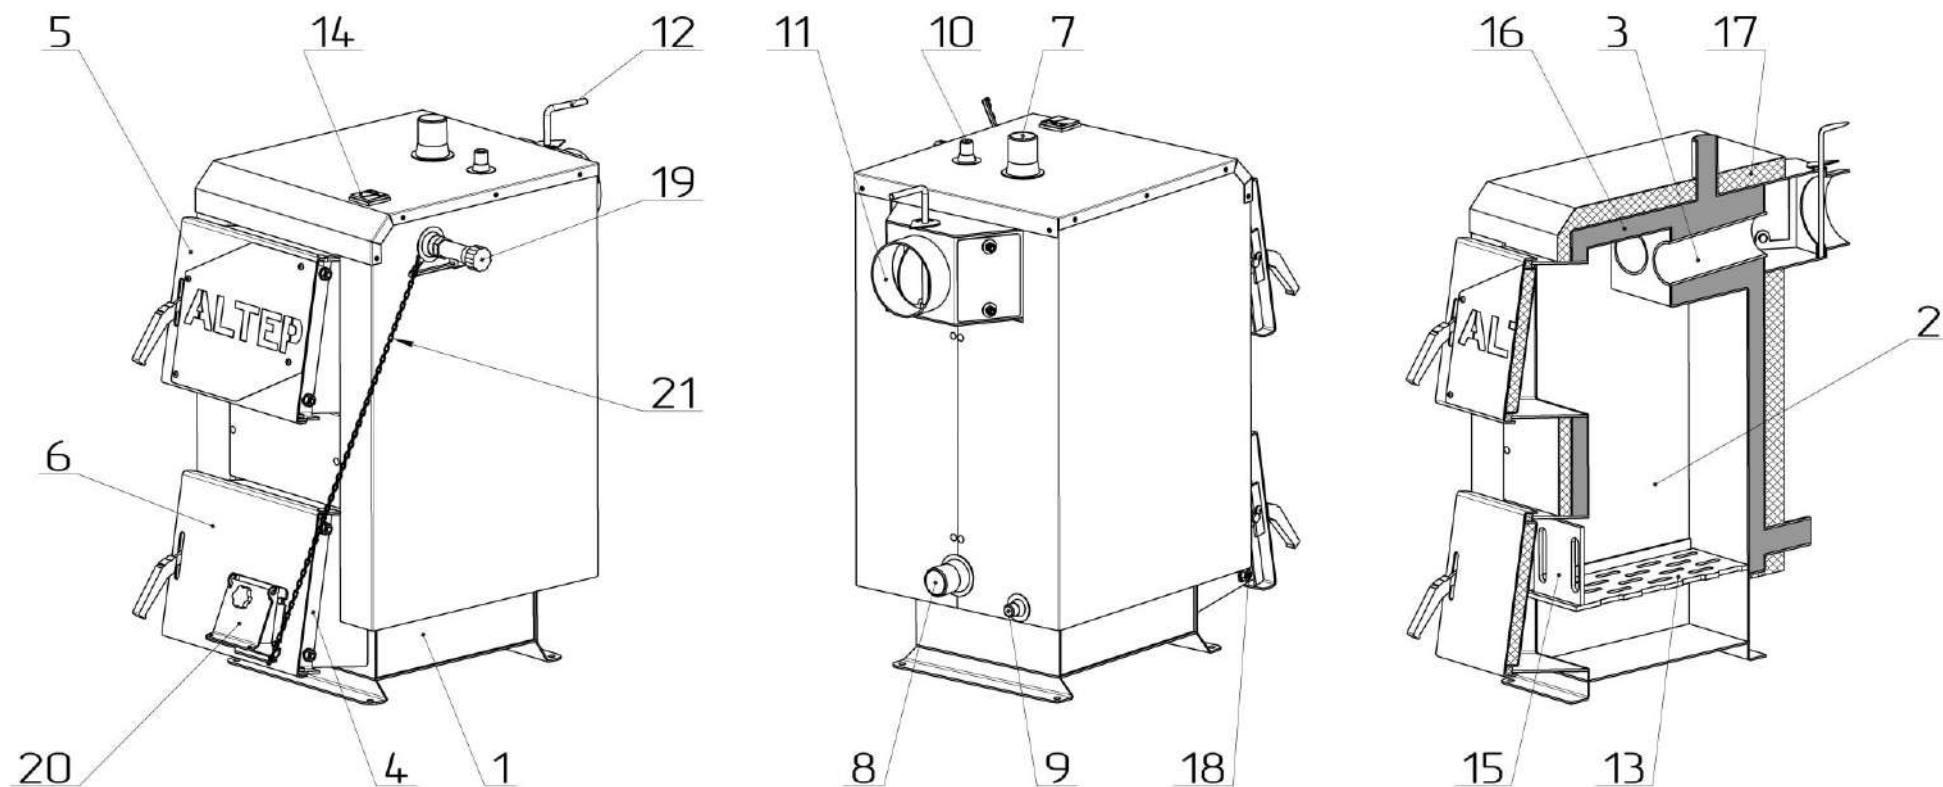

Рисунок 2 – Основные элементы котла Alter-Mini
Конструктивно котел представляет собой сборно-сварную конструкцию, состоящую из корпуса (поз. 1, рис. 2) с камерой сгорания (топкой) (поз. 2, рис. 2). Конвекционная часть котла состоит из трубного теплообменника (поз. 3, рис. 2), который расположен непосредственно над топкой.
Корпус котла выполнен в форме параллелепипеда с двойными стенками, которые разделены водными перегородками (поз. 16, рис. 2). На наружной поверхности корпуса под декоративной обшивкой закреплена тепловая изоляция (поз. 17, рис. 2).
Топливо для процесса сжигания загружается на колосниковую решетку (поз. 13, рис. 2) через загрузочные дверцы (поз. 5, рис. 2). Сгорания топлива в топке происходит с участием воздуха, поставляемого в окно клапана подачи воздуха (поз. 20, рис. 2), закрывается крышкой, под колосниковую решетку. Количество воздуха, необходимого для процесса сгорания, регулируется механическим регулятором тяги (поз. 19, рис. 2а), который путем натяжения или ослабления цепи (поз. 21, рис. 2а) управляет положением крышки клапана. **Регулятор тяги не входит в комплект поставки котла.**
Подвод и отвод теплоносителя осуществляется соответственно через патрубки обратной сетевой воды (поз. 8, рис. 2) и прямой сетевой воды (поз. 7, рис. 2).
Топочные газы выходят в дымоход через боров (поз. 11, рис. 2), расположенный в задней части котла. Боров оборудован дроссельным клапаном продуктов сгорания - шибером (поз. 12, рис. 2). В случае слишком высокой тяги в дымоходе шибер позволяет ее снизить путем частичного перекрытия выходного отверстия борова. На рисунке 2 шибер изображен в положении «полностью открыто». Для того, чтобы полностью перекрыть боров, шибер необходимо повернуть на 90°.
В верхней части корпуса котла расположен штуцер для установки предохранительного клапана котла (поз. 10, рис. 2).
На задней стенке корпуса в нижней ее части размещен штуцер для слива воды из котла (поз. 9, рис. 2).
Ревизионные дверцы (поз. 6, рис. 2), расположенные на передней стенке котла, необходимы для периодической чистки колосниковой решетки, а также для возможности опорожнения подколосниковой зоны.
Конструкцией котла предусмотрена возможность смены стороны открытия дверец. Для того, чтобы сменить положение оси открытия дверец с правой (открываются слева направо, как изображено на рис. 2) на левую, необходимо открутить две гайки, крепящих кронштейн поз. 4 (рис. 2), снять дверцы с кронштейном, открутить винт, крепящий пластиковую ручку дверец, развернуть ручку на 180°, и установить её на место, прикрутив винт. После чего открутить две гайки, крепящие кронштейн поз. 18 (рис. 2). Развернув дверцы на 180°, закрепить их кронштейн на том же месте, где был установлен кронштейн пальца (поз. 18, рис. 2), который, в свою очередь, закрепить на месте, где был установлен кронштейн дверец (поз. 4, рис. 2).
Боров котла оборудован встроенным дроссельным клапаном продуктов сгорания - шибером (поз. 12, рис. 2), с помощью которого можно регулировать величину тяги в дымоходе.
Присоединение котла к отопительной системе необходимо осуществлять с помощью муфт или фланцев. Трубопровод прямой сетевой воды нужно присоединить к патрубку прямой сетевой воды (поз. 7, рис. 2). Трубопровод обратной сетевой воды нужно присоединить к патрубку обратной сетевой воды (поз. 8, рис. 2).
Регулятор тяги (поз. 19, рис. 2) необходимо присоединить к одному из двух равноценных патрубков с внутренней резьбой, которые находятся на правой и левой боковых стенках котла в верхней их части (см. рис. 2). Резьбовое соединение при этом необходимо уплотнить. Патрубок без регулятора необходимо заглушить. Регулятор повернуть таким образом, чтобы наконечник для закрепления шестигранного рычага (комплект регулятора) был направлен вниз.
На место пластиковой защитной трубки необходимо вставить шестигранный рычаг стороной без отверстия. Для фиксации рычага необходимо затянуть винт. При этом свободный конец рычага должен находиться над отверстием в крышке клапана подачи воздуха поз. 20 (рис. 2), а его плечо должно быть как можно ближе к горизонтальному положению.
Заполнение котла и всей системы отопления водой должно происходить через штуцер слива воды из котла (поз. 9, рис. 2). Заполнение необходимо делать медленно, чтобы обеспечить удаление воздуха из системы.
9.1.1 Провести загрузку топлива в топку котла. Для этого открыть загрузочную дверцу (поз. 5, рис. 2) и уложить на колосниковую решетку (поз. 13, рис. 2) слой топлива до уровня нижней кромки загрузочной дверцы. На уложенный слой топлива уложить растопочный материал: бумагу, трески, дрова (в перечисленной последовательности). Полностью открыть шибер (поз. 12, рис. 2) на борове котла.
9.1.3 Кнопкой на регуляторе тяги (поз. 19, рис. 2) установить «60 °С». Отсчет температуры осуществлять по белой шкале
9.1.4 Когда температура теплоносителя дойдет до 60 °С, через несколько минут откорректировать подвеску цепочки таким образом, чтобы крышка клапана подачи воздуха (поз. 20, рис. 2) оставалась открытой на 1-2 мм.